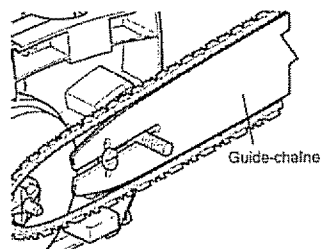

Figure 6 - Éloignez le guide-chaîne
8. Éloignez le guide-chaîne du corps de la tronçonneuse de sorte que le guide soit placé de façon à tendre la chaîne (voir la Figure 6)